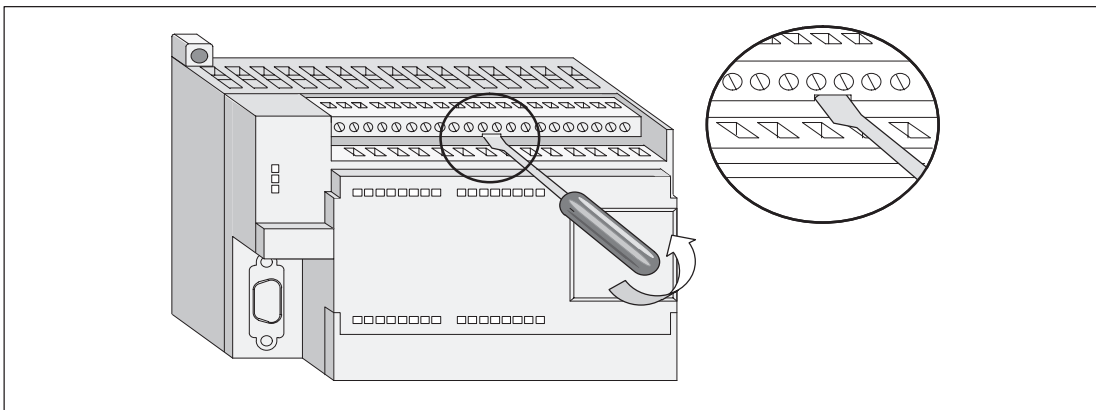

Figura 2-9 Bloque de terminales extraíble para la CPU 224 y los módulos de ampliación
2. En la mitad del bloque de terminales, inserte un destornillador en la ranura como muestra la figura 2-9.